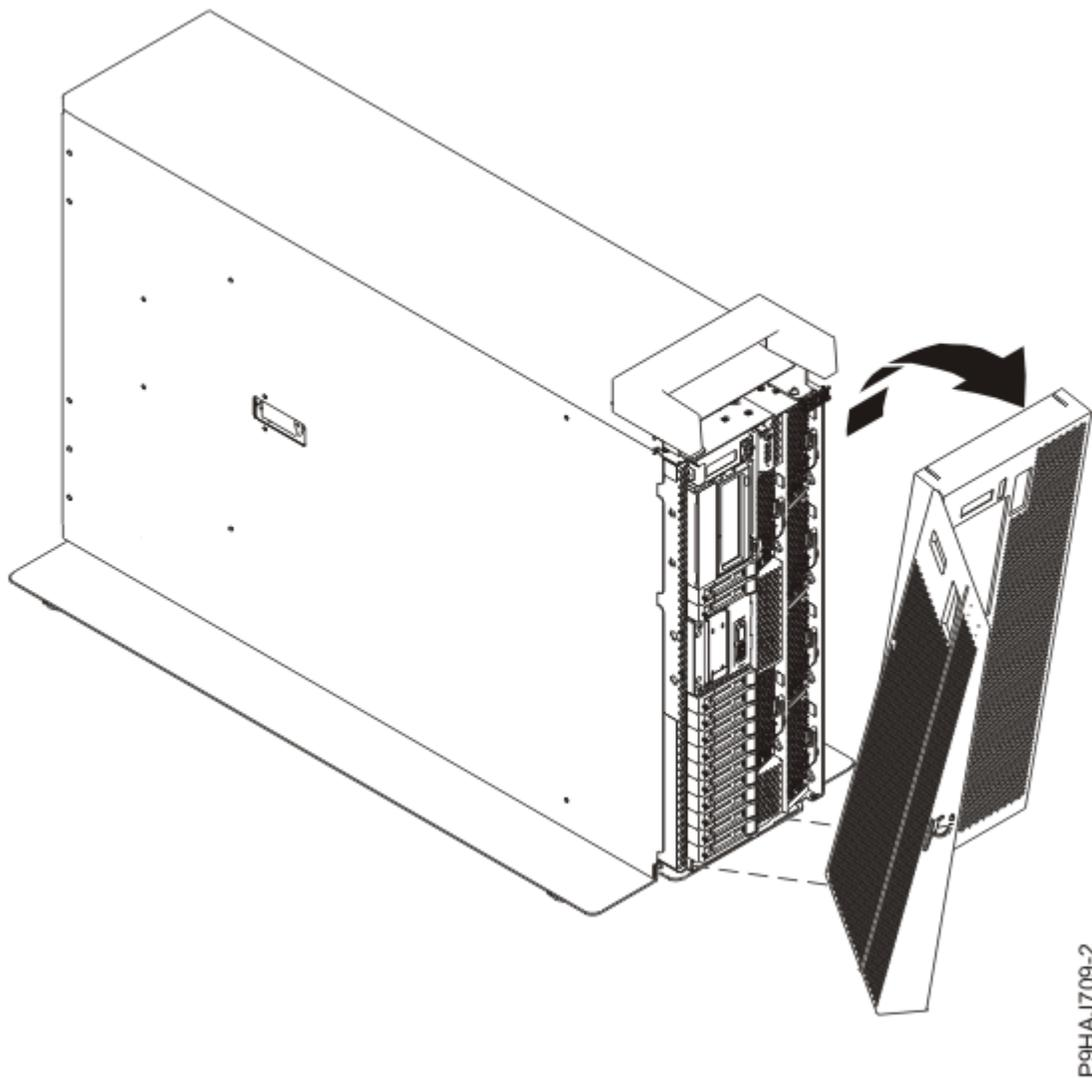

Abbildung 101. Vordere Abdeckung ausbauen
- d) Ziehen Sie die Abdeckung vom System ab (siehe Abbildung 101 auf Seite 108). Die Abdeckung verfügt über eine Vertiefung, die für einen sicheren Griff sorgt.